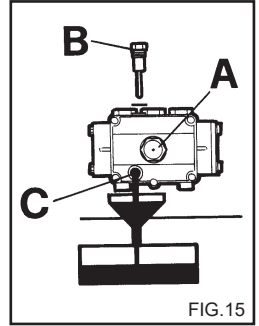

FIG.15
- 2) Irrota korkki mittatikulla (Fig. 15).